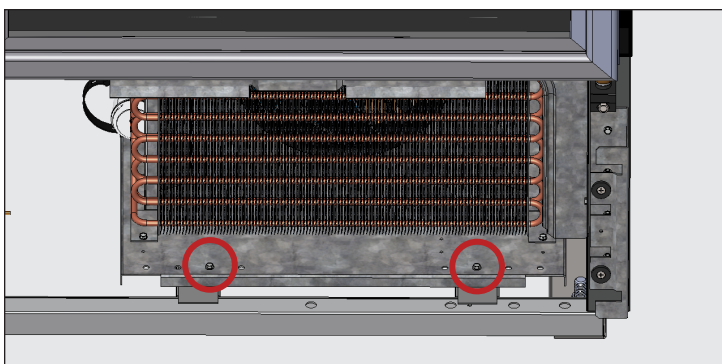

Fig. 5. Emplacements des boulons du socle du condenseur.
5. Retirez les boulons du socle du condensateur. Voir fig. 5.